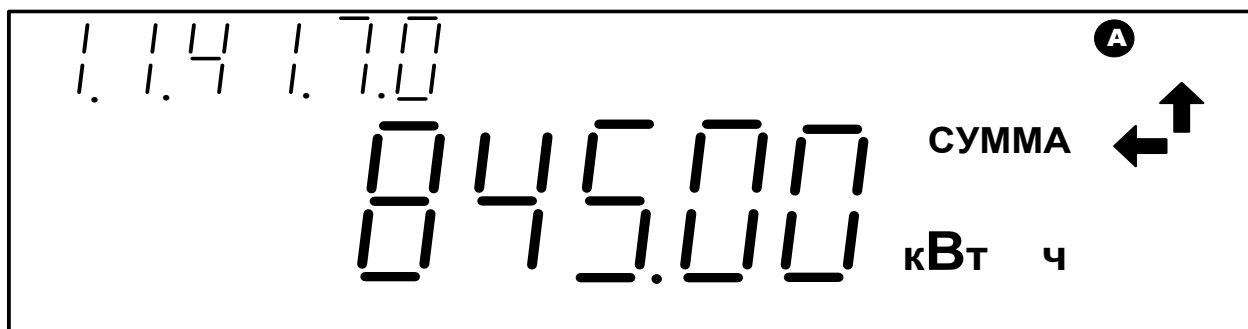

Рисунок 3
5.1.5.2 При индикации суммы – на ЖКИ должна появиться надпись «СУММА» (рисунок 3).